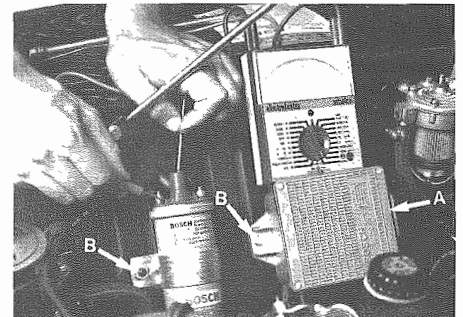

Fig. 20 - A - Cablaggio di alimentazione
- Resistenza circuito primario: $1,8 \div 2,2$ Ohm. Misurati tra morsetto 1 e morsetto 15 (**Fig. 20**).
- Main circuit resistance: $1,8 \div 2,2$ Ohm. Measured between clamp 1 and clamp 15 (**Fig. 20**).